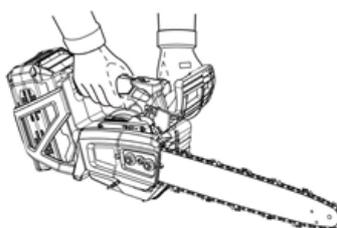

Fig 3
- Mantenga un agarre firme de la máquina con ambas manos (Fig. 3), con la mano derecha en el mango trasero y la mano izquierda en el mango delantero, cuando la unidad esté en funcionamiento. Utilice un agarre firme con los pulgares y los dedos rodeando los mangos de la motosierra. Un agarre firme le ayudará a reducir el retroceso y a mantener el control de la máquina. Se deben utilizar las dos manos para controlar la máquina en todo momento.